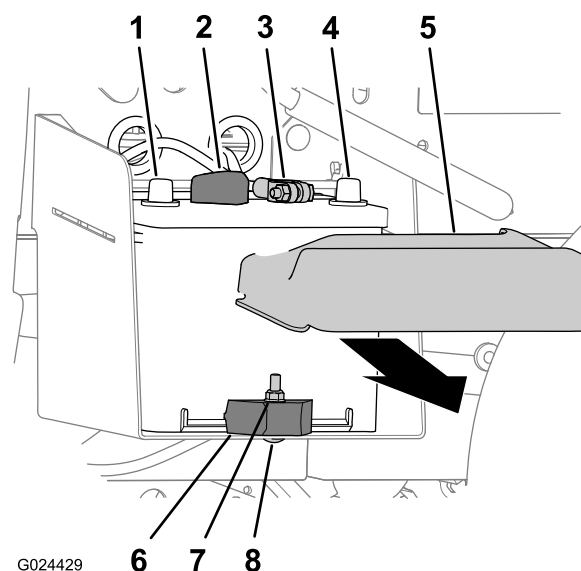

Figure 47
1. Appuyez de chaque côté du couvercle de la batterie et enlevez le couvercle en haut de la batterie (Figure 47).
2. Débranchez le câble négatif de la borne de la batterie (Figure 47).
3. Débranchez le câble positif de la borne de la batterie (Figure 47).
- Retirez le contre-écrou, le boulon de carrosserie et la barrette qui fixent la batterie à son support (Figure 47).
- Enlevez la batterie de son support (Figure 47).
- Alignez la batterie sur son support sur la machine (Figure 47).
Remarque: Vérifiez que les bornes positive et négative de la batterie sont alignées comme montré à la Figure 47.
- Fixez la batterie à son support au moyen de la barrette de maintien, du boulon de carrosserie et du contre-écrou (Figure 47).
- Branchez le câble positif à la borne de la batterie (Figure 47).
- Branchez le câble négatif à la borne de la batterie (Figure 47).
- Reposez le couvercle au sommet de la batterie (Figure 47).